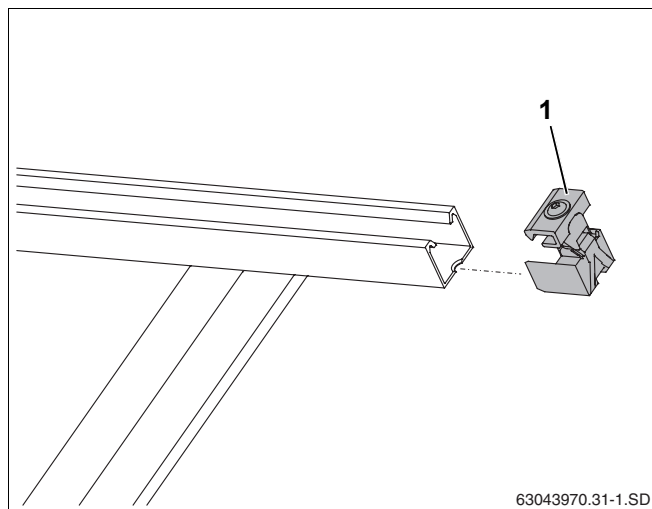

Рис. 44 Установка одностороннего зажима
- Вставить односторонние зажимы (рис. 44, поз. 1) в профильные рейки на правой стороне поля коллекторов до фиксации их в первом продольном отверстии профильной рейки.